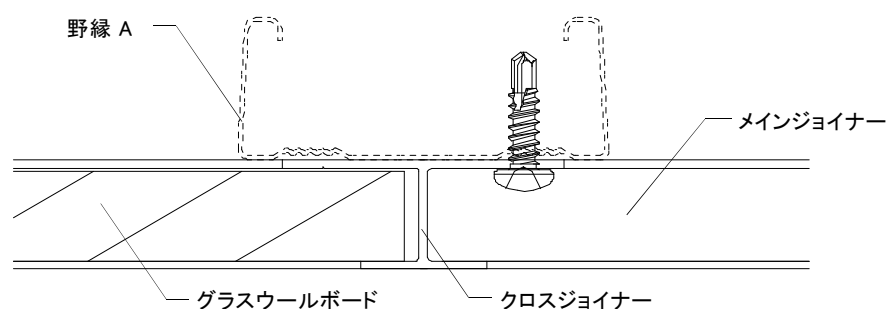

図 2-6-2 クロスジョイナーのビス固定
- ※ビスはクロスジョイナーの片側からのみの留付けとする。(図 2-6-2 参照)